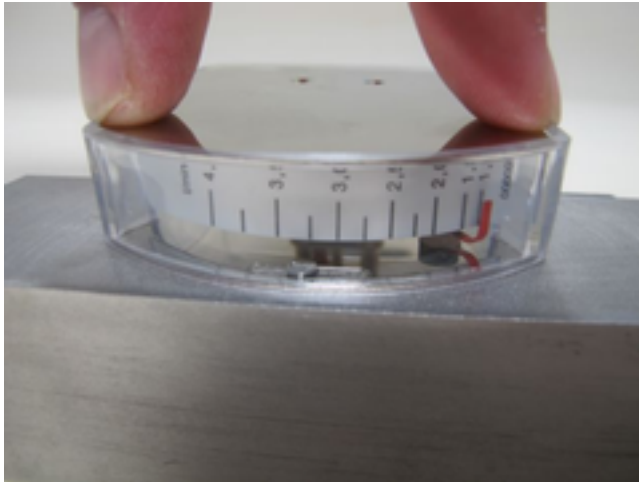

Abb. 69: Deckplatte montieren
- 24.** ▶ Anzeige-Deckelplatte in das Kunststoffgehäuse einlegen und vorsichtig drücken (Abb. 69) bis diese einrastet